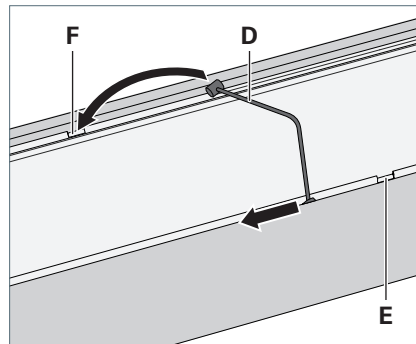

Fig. 3: Drahtseil in Leuchte einhängen.
- Führen Sie ein Ende des Drahtseils **D** in die Öffnung **E** an der Oberseite der Leuchte ein, siehe Fig. 3.